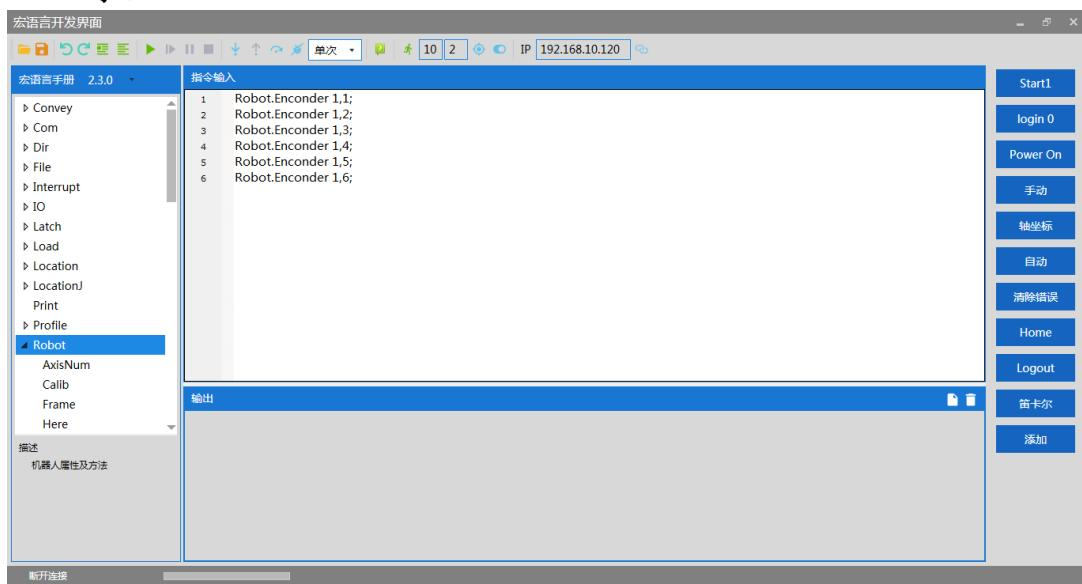

图 3-2 获取编码器的值
**步骤3** 在 ARM 里面执行 Robot.Encoder 指令，获取当前编码器的值，如图 3-2 所示。